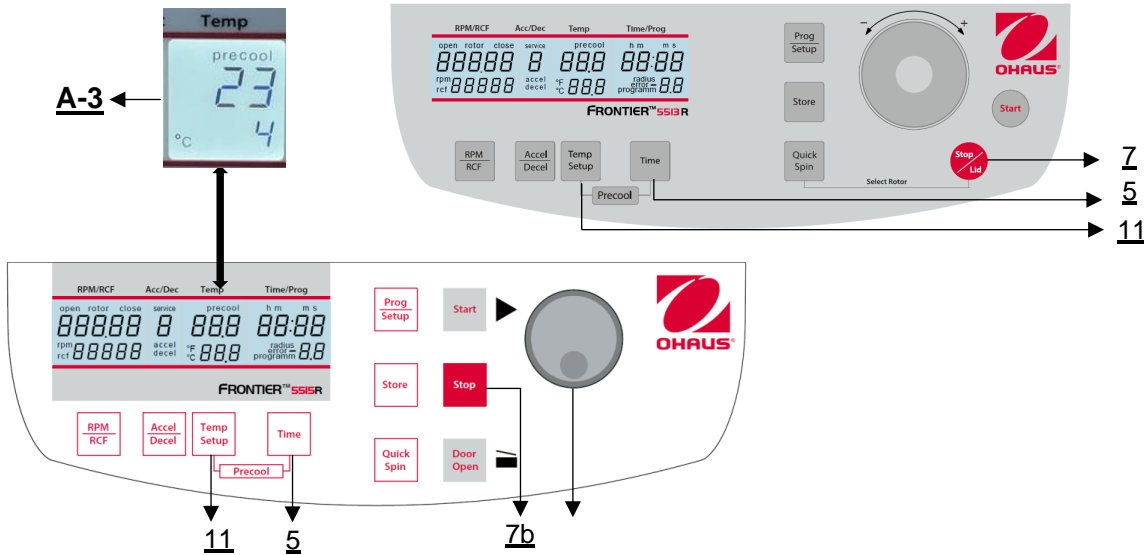

Figura 16
Se i campioni sono sensibili alla temperatura, è utile pre-raffreddare la centrifuga, il rotore ed eventualmente i secchi alla temperatura di lavoro richiesta. Inserire quindi il rotore desiderato e preimpostare la relativa temperatura. Premendo contemporaneamente i tasti **"Temp/Setup"** (11) e **"Time"** (5) è possibile avviare la corsa (**Figura 16**). Durante il funzionamento, l'unità sceglie automaticamente una velocità di rotazione equivalente al 30 o al 50% della velocità di rotazione consentita del rispettivo rotore (a seconda del rotore). Una volta raggiunta la temperatura preimpostata, è possibile abbandonare la corsa di preraffreddamento con il tasto **"Stop"** (7b) o **"Stop | Lid"** (7).